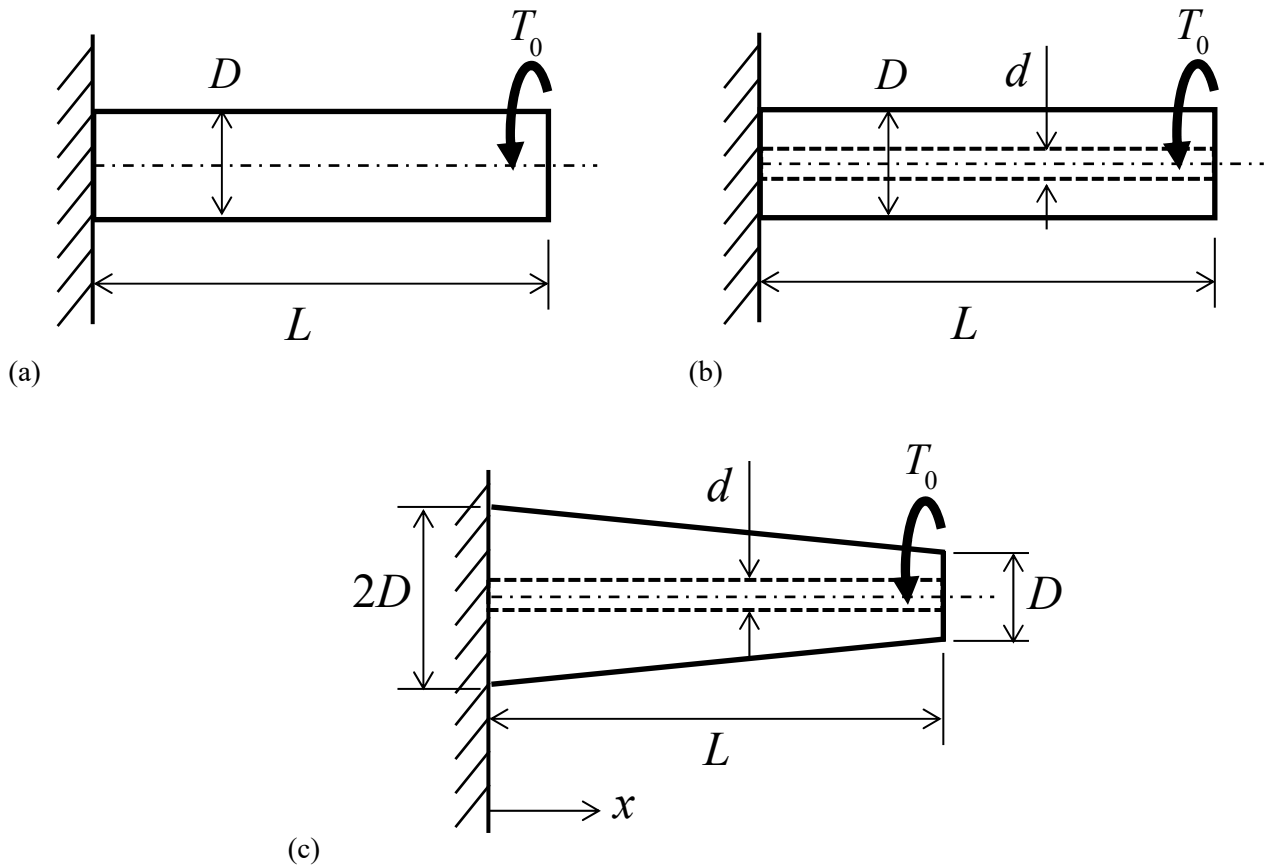

図 1
〔1〕 図 1 (a)は長さ L ，直径 D の丸軸を，図 1 (b)は長さ L ，外径 D ，内径 d の中空丸軸を，図 1 (c)は長さ L ，外径は左端で $2D$ ，右端で D と線形に変化し，内径が d の中空軸を示している．すべての軸は自由端にねじりモーメント T_0 が負荷されている．すべての軸のせん断弾性係数は G ，円周率は π として，以下の問いに答えよ．
- (1) 図 1 (a)の軸について，中心軸から半径方向に距離 r ($< D/2$)の位置に作用するせん断応力を求めよ．
- (2) 図 1 (a)の軸の表面に作用するせん断ひずみを求めよ．
- (3) 図 1 (a)の軸の比ねじれ角を求めよ．
- (4) 図 1 (b)の軸の生じるせん断応力の最大値を求めよ．
- (5) 図 1 (b)の軸のねじれ角を求めよ．
- (6) 図 1 (c)の軸について，左端からの距離 x ($\leq L$)の位置の表面に作用するせん断応力を求めよ．